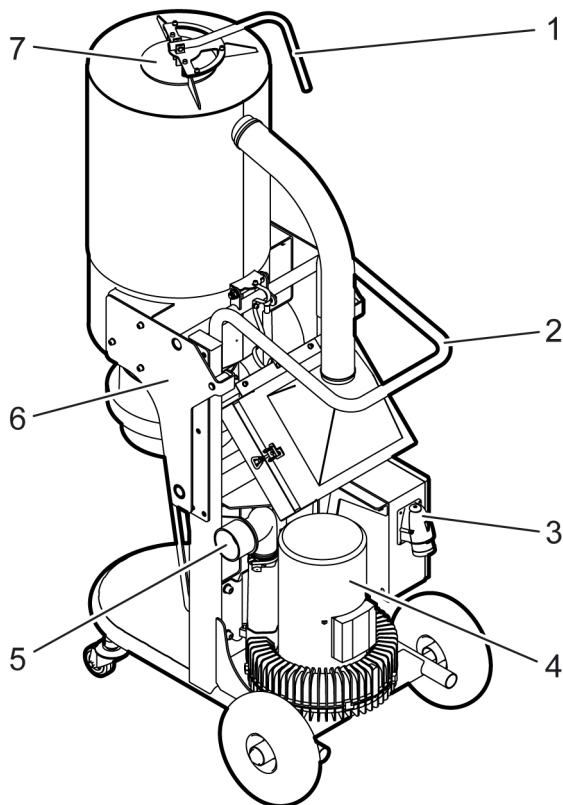

Figura 3-2. Lato posteriore dell'abbattitore delle polveri
VCE4000P comprende alcuni componenti principali, fra cui telaio, quadro elettrico ecc., vedere *Figura 3-1, pagina 8* e *Figura 3-2, pagina 9*. È disponibile in diverse versioni adatte ai singoli mercati. Per i modelli disponibili, vedere la tabella in *Dati tecnici, pagina 32*. La polvere aspirata viene raccolta in un sacco Longopac che può essere sigillato quando contiene la quantità di polvere desiderata.
1. Fissare il flessibile di ventilazione con l'apposito raccordo Camlock sull'uscita di collegamento del flessibile di ventilazione, vedere *Figura 3-2, pagina 9*. Per il tipo di raccordo raccomandato, rivolgersi a "V\[ TQNKV"J { f tquxguil o consultare il Catalogo prodotti.